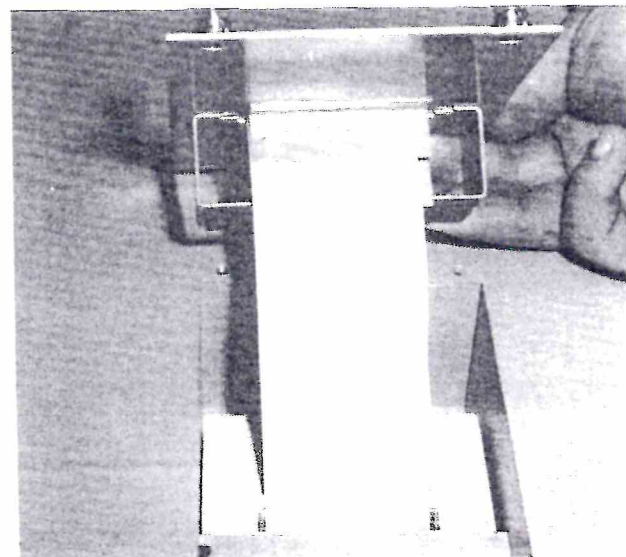

Bild 3
5. Papier in Druckerschlitze nach aussen führen (Bild 3). Anschliessend Deckel festschrauben.